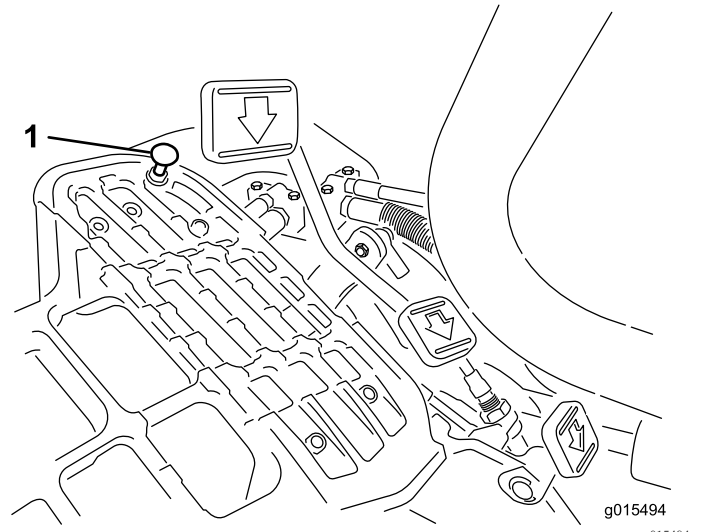

图52
向下踩驱动踏板。如果在拉线感到张紧力之前、踏板接触到限位器（图52）、则需要进行调整：
1. 松开将踏板限位器固定到底板上的凸缘头锁紧螺母（图52）。